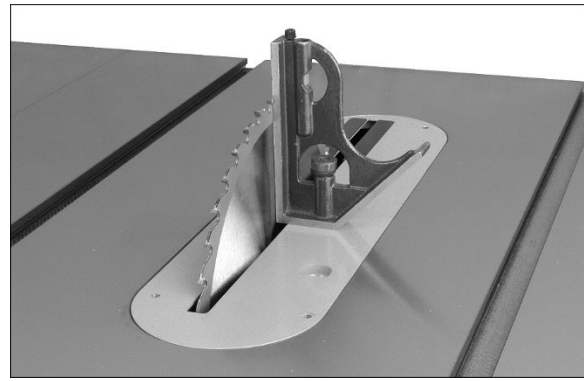

Figura 8-4
3. Suba la hoja a la posición más alta, y coloque una escuadra sobre la mesa y contra la hoja (Figura 8-4). Asegúrese de que no hay un diente de la hoja que obstruya la lectura real.